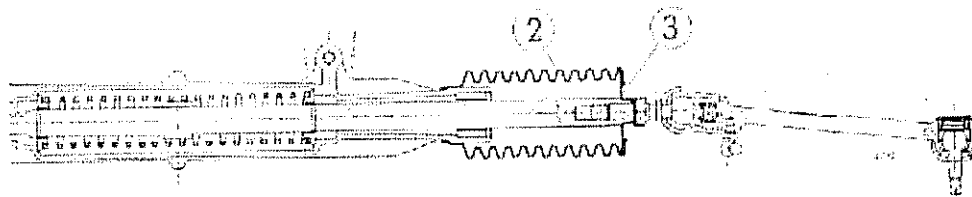

Fig. 315
Para instalar las bieletas en la caja de dirección, se debe instalar primero los guardapolvos de goma (2) con sus correspondientes arandelas de enganche (3) y enroscar las bieletas en cada extremo de la cremallera (Fig. 315). Es conveniente no apretar las tuercas para poder regular la convergencia de las ruedas delanteras después de haber instalado la caja de dirección en el vehículo.